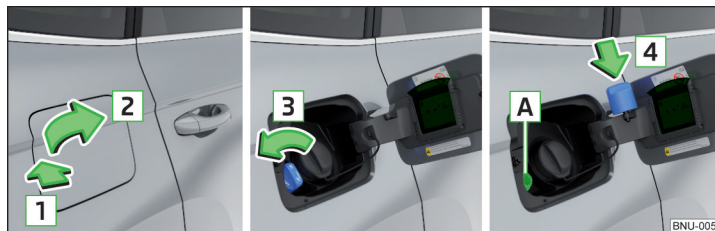

Abb. 303 Tankklappe aufklappen / Tankverschluss herausdrehen / Tankverschluss auf die Tankklappe stecken
- Auf die Tankklappe in Pfeilrichtung **1** drücken und diese in Pfeilrichtung **2** aufklappen » Abb. 303.